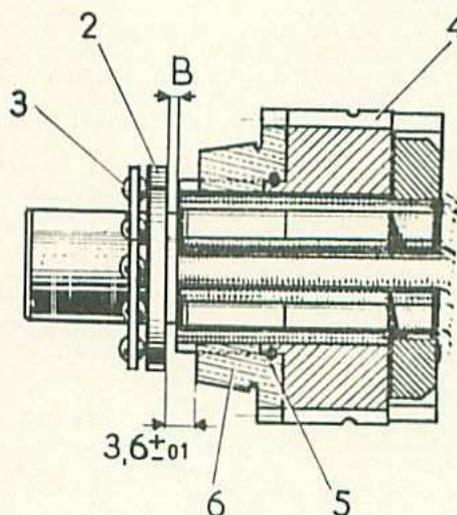

Fig. 35. — Ensemble du pignon de 3e.
- Placer sur l'arbre pignon d'angle le support de clabot de 3e (4) (fig. 35),
- Monter la piste (2) (celle qui a le plus petit alésage intérieur) sur l'extrémité du pignon d'angle et l'engager jusqu'à avoir une cote de 3,6 mm entre la piste et la face avant du synchro, comme indiqué figure 35.
- Jauger l'espace (B) qui est l'épaisseur des cales à prévoir à cet endroit.
- Placer les cales et reposer la piste (2) puis la cage à billes (3).
- Présenter le cône de synchro (5).
- Maintenir dans cette position et présenter l'ensemble, en remarquant la position des oreilles de la rondelle et des encoches du support. Enfoncer l'ensemble en appuyant sur le synchro (5).
- Poser les rondelles (3), puis la piste (2) de la butée à billes et la cage à billes (1).
Remarque. — La valeur des rondelles (3) a été déterminée précédemment lors du « calage de la butée à billes du pignon » (fig. 35).